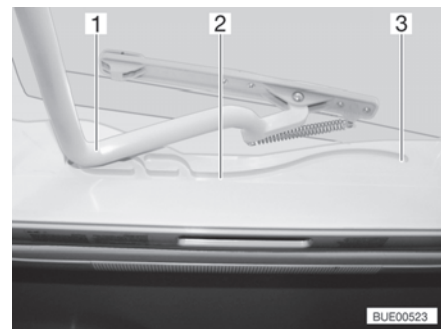

Fig. 30 Guía (claraboya Heki)
- Tirar el estribo (Fig. 30,1) en las guías (Fig. 30,2) hasta la posición trasera final (Fig. 30,3).
- Empujar el estribo (Fig. 30,1) ligeramente hacia arriba con ambas manos.
- Tirar el estribo en las guías (Fig. 30,2) hasta la posición deseada.